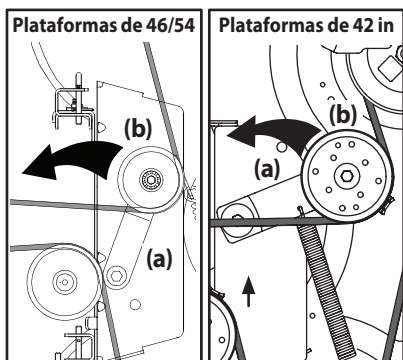

Figura 4-13
- b. Desde la parte media del tractor, haga girar el soporte de polea loca (a) y la polea loca móvil (b) hacia atrás, separándola de la parte posterior de la correa en "V" a una distancia suficiente que permita levantar la correa, por encima de la polea loca (b). Consulte la Figura 4-13.